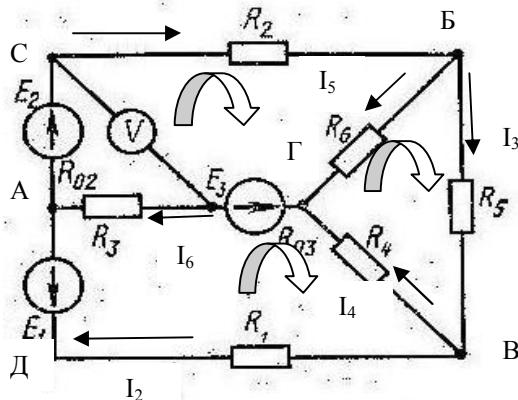

Рис.1.2. Схема замещения электрической цепи с обозначенными узлами и токами, протекающими во всех ветвях цепи.
1. В произвольном порядке буквами А, Б, В, Г, Д обозначаем узлы, а также намечаем направление токов, протекающих во всех ветвях (см.рис. 1.2).
4. По полученным значениям определителей определяем значения контурных токов, т.е. значения токов в ветвях внешнего контура схемы замещения рассматриваемой электрической цепи (см. рис. 1.2):